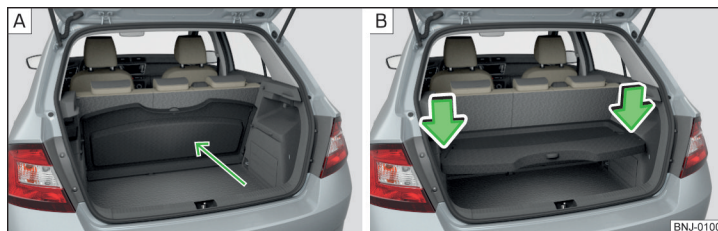

Fig. 96 Cappelliera: sistemata dietro i sedili posteriori / in posizione ribassata
La cappelliera può essere rimossa dal veicolo, event. riposta in due posizioni » fig. 96 a pag. 80.
La cappelliera può essere riposta dietro gli schienali dei sedili posteriori » fig. 96 - **A** o in posizione ribassata » fig. 96 - **B**.
- Premere sulla parte superiore della cappelliera nella direzione indicata dalla freccia » fig. 96 - **B**.